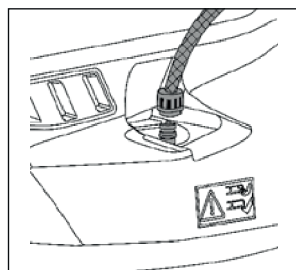

Рис. 15
- Подключите шланг к его фитинку и пропустите через него воду (рис.15).